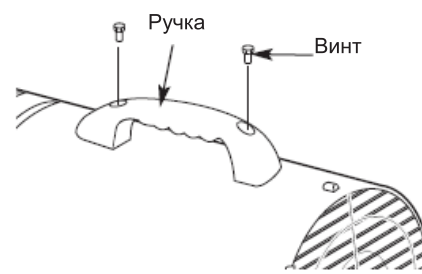

Рис. 8 Установка ручки на модель нагревателя ТК-12000, ТК-20000
1. Совместить отверстия в верхней части кожуха с двумя монтажными отверстиями на ручке так, как это показано на Рис. 8.
4. Установить ручку на фланец топливного бака. Продеть винты сквозь отверстия в ручке, фланце и в опорной раме для колес так, как это показано на Рис. 8, затем вручную затянуть гайки на каждом из винтов.